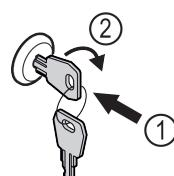

Fig. 45
- Вдавити ключ Fig. 45 (1).
- Повернути ключ на 90° за годинниковою стрілкою Fig. 45 (2).